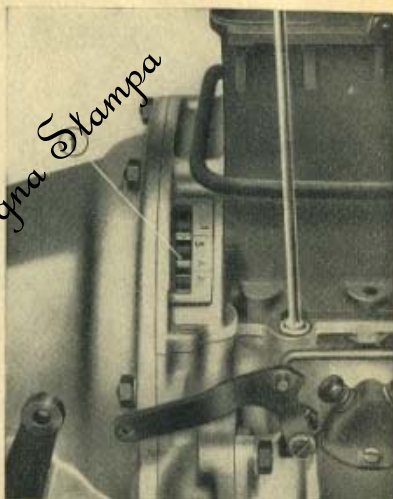

Fig. 8 - Indice per la messa in fase della distribuzione
- b) Far girare — con la manovella — l'albero motore fino a che il dente del volano motore, segnato con la lettera « O » non venga a coincidere con l'indicazione 1/3 segnata sul bordo della feritoia della scatola del volano (ved. fig. 8) ed il pettine dello spinterogeno sia in corrispondenza del contatto del cavo che va al cilindro N. 3 (vedi fig. 14).